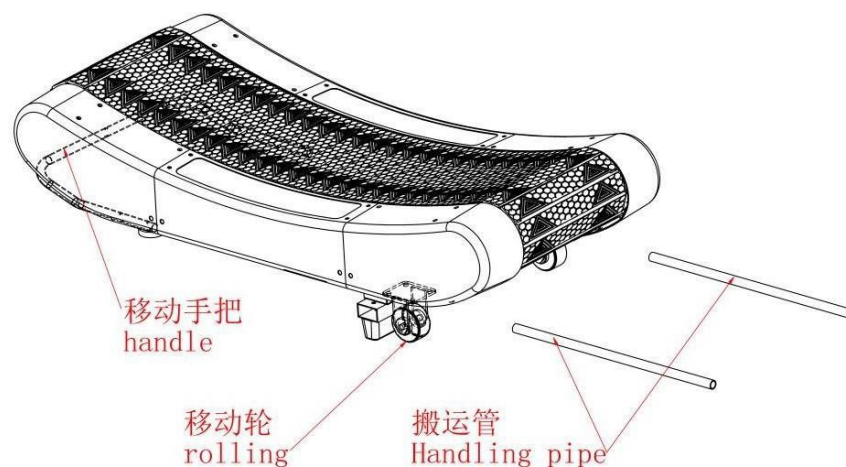

Imagen 4
3. Introducir los dos tubos de transporte en el espacio situado por encima de la rueda móvil delante de la plataforma de rodadura (imagen 4). Una persona mueve el tubo de transporte, una persona mueve el mango móvil detrás de la plataforma en ejecución, y mueve la plataforma en ejecución desde la base de la caja de embalaje. (Dos o más operaciones), colocado en la posición de instalación.